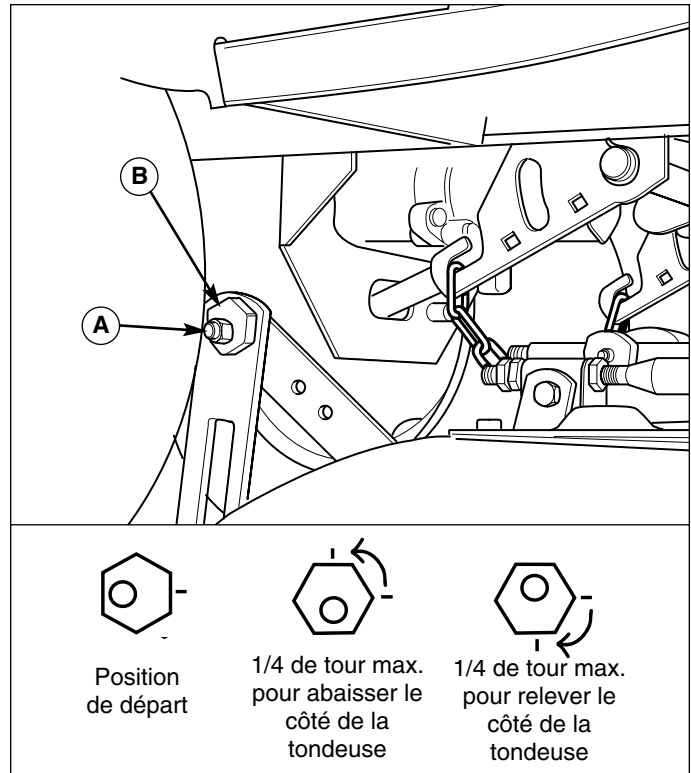

Figure 37. Mise à niveau latérale
7. Voir la figure 37. Desserrer l'écrou extérieur (A) et tourner l'écrou excentrique (B) pour relever ou abaisser le côté gauche de la tondeuse. Répéter l'opération du côté droit. Une fois la tondeuse de niveau, maintenir l'écrou excentrique tout en serrant l'écrou extérieur.